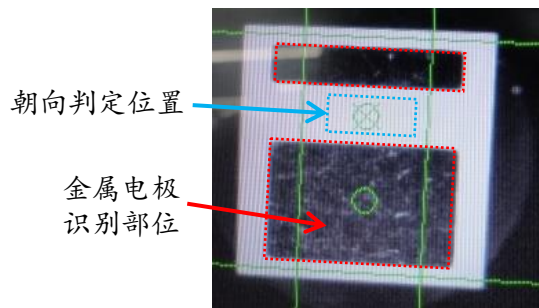

图9. 金属电极识别（日亚推荐）
- 3) 对LED进行朝向判定时，将识别位置设定为正、负金属电极间（图9的□部分），通过这部分的辉度对是否有金属电极进行识别。